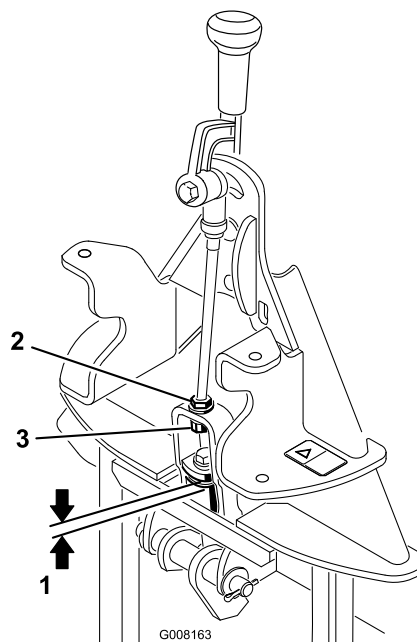

Рисунок 5
2. Измерьте зазор между верхней шайбой и проставкой в узле тяги на переходнике навесного оборудования, как показано на **Рисунок 5.**